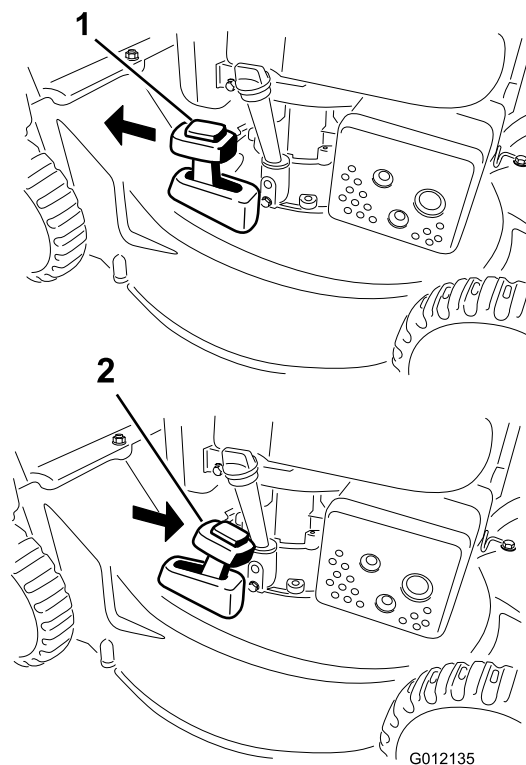

Figura 17
Per riciclare lo sfalcio, spostate la leva di comando del cesto nella posizione di RICICLAGGIO (Figura 17).
2. Montate il cesto di raccolta; fate riferimento a Montaggio del cesto di raccolta \(pagina 12\) e spostate la leva di comando del cesto nella posizione di RACCOLTA come illustrato in Figura 17.
Nota: Prima di scaricare posteriormente lo sfalcio, togliete il cesto di raccolta dal tosaerba, se montato; fate riferimento a Rimozione del cesto di raccolta \(pagina 12\). La leva di comando del cesto deve essere in modalità di RACCOLTA come illustrato nella Figura 17.